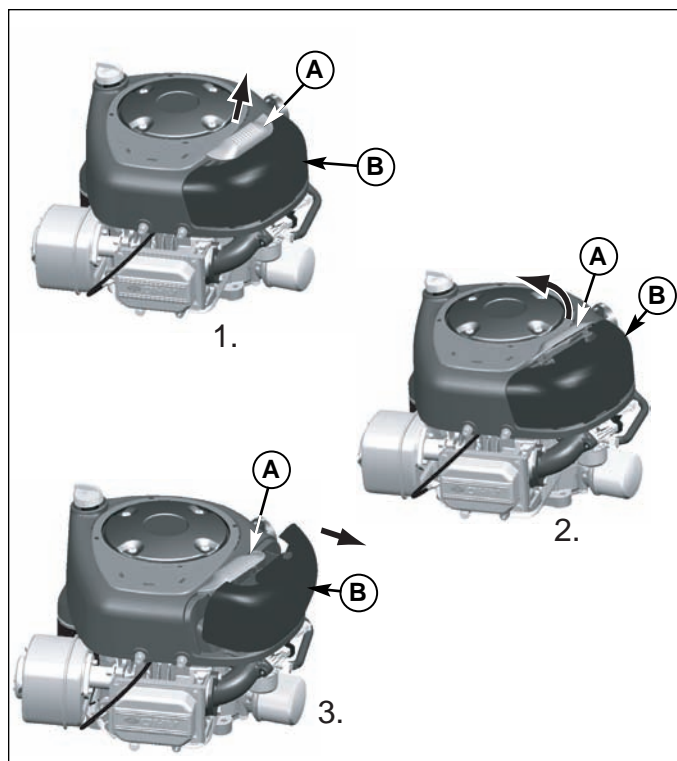
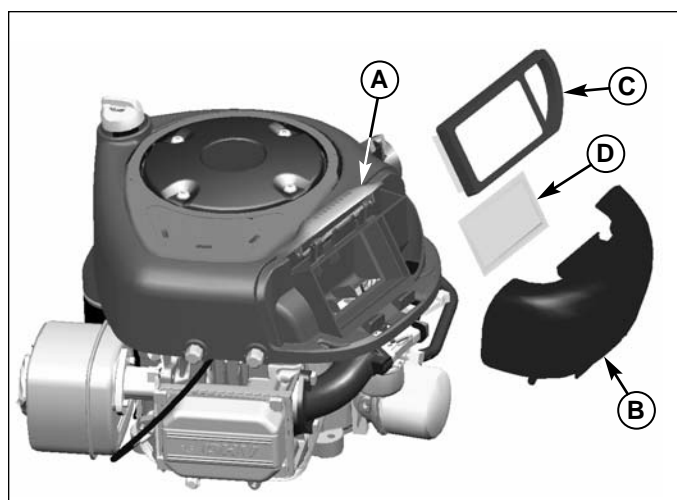

Figure 32. Ensemble de filtre à air - Modèles mono-piston
Figure 33. Entretien de filtre à air - Modèles mono-piston
1. Soulever le verrou de filtre à air (A, Figure 32).
3. Tirer le capot (B) vers l'extérieur pour le détacher.
4. Extraire le filtre à air (C, Figure 33) et le pré-dépoussiéreur (D), le cas échéant, du logement de soufflante.
5. Poser le pré-dépoussiéreur (D) avec le côté tamis vers le haut. Poser le filtre à air (C) comme sur l'illustration.
6. Poser le capot (B) en veillant à engager les languettes dans les rainures correspondantes. Fixer le verrou (A).